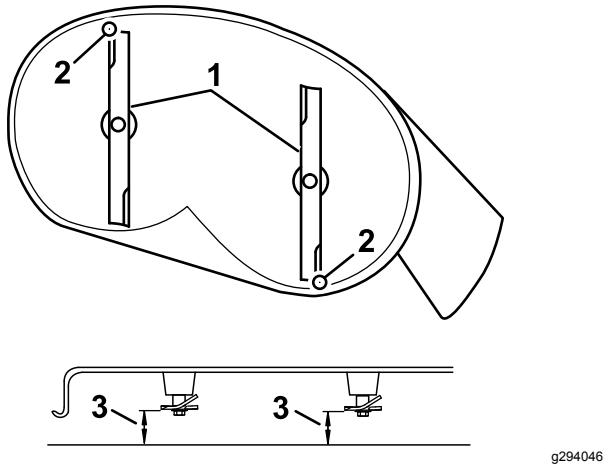

Рисунок 64
- Осторожно поверните ножи так, чтобы они были расположены в продольном направлении (Рисунок 64).
- Измерьте расстояние от конца переднего ножа до плоской поверхности и от конца заднего ножа до плоской поверхности (Рисунок 64).